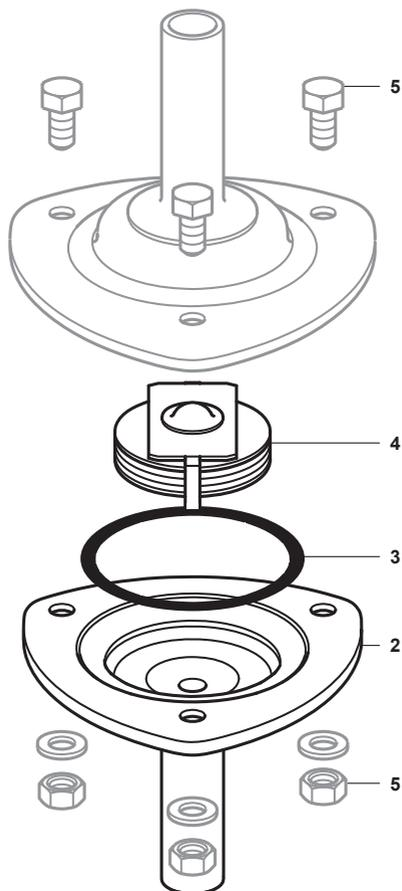

Fig. 6 BTM7
- Retirer les écrous et les boulons (5).
- Les raccordements (4) avec le siège, le joint torique (3) et l'ensemble élément (2) peuvent alors être retirés pour être nettoyés ou remplacés. Veillez à ce que l'ensemble élément (2) soit monté dans la bonne position lors du remontage (voir figure 6).
- Remonter en utilisant un nouveau joint torique (3) et en plaçant la clapet en position de fermeture sur l'orifice du siège.
- Remplacer les écrous et les boulons (5) et les serrer au couple recommandé (voir tableau 1) et remettre en service.